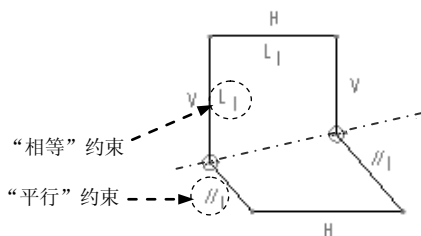

图 4.13.4 绘制图形
Step3. 选择 **草绘(S)**  **设置**  **矩形** 命令, 绘制图 4.13.4 所示的图形。
Step1. 删除无用的约束。在绘制草图时, 系统会自动加上一些无用的约束, 如本例中系统自动加上了图 4.13.4 所示的“相等”“平行”约束。
(1) 在工具栏中单击“选取项目”按钮 。
(2) 删除“相等”约束。在图 4.13.4 所示的图形中选取“相等”约束, 然后右击, 在系统弹出的图 4.13.5 所示的快捷菜单中选择 **删除(D)** 命令。
(3) 删除“平行”约束。在图 4.13.4 所示的图形中选取“平行”约束，然后右击，在系统弹出的快捷菜单中选择 **删除(D)** 命令。完成操作后，图形如图 4.13.6 所示。